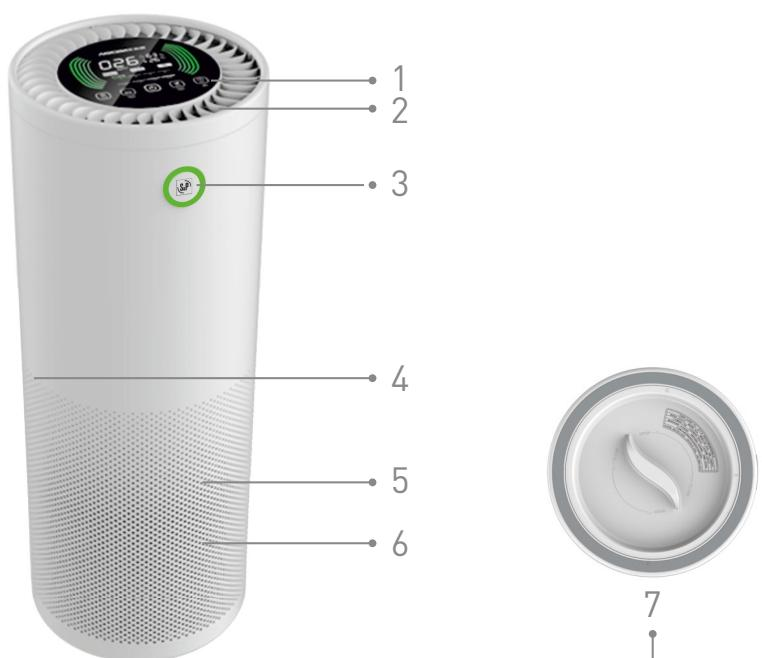
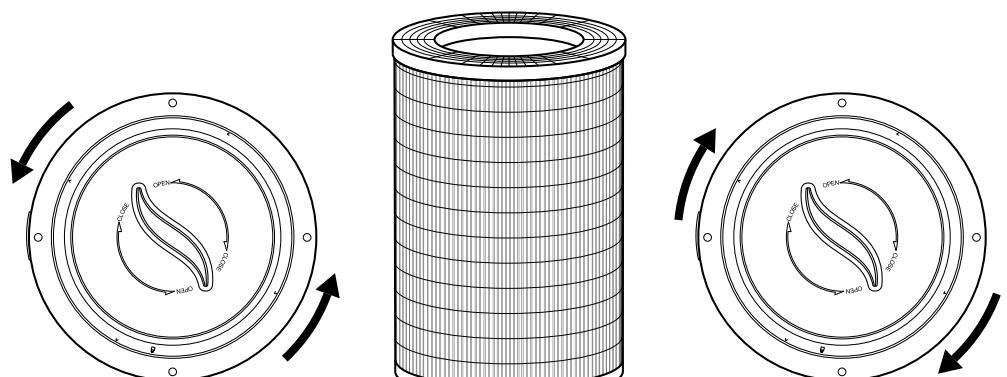

Fig. 1
Fig. 2
2. DESCRIPCIÓN (Fig. 1)
- Acceda al filtro de tambor (Fig.1 posición 7) girando la tapa ubicada en la base en sentido anti-horario (Fig. 2).